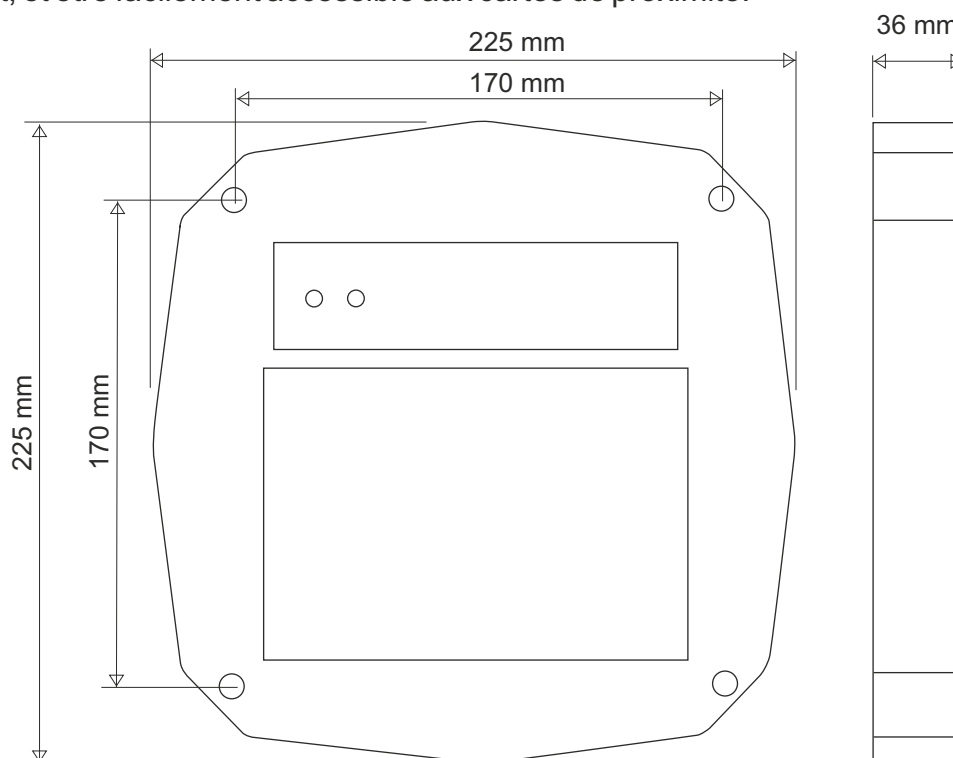

Figure 1. Dimensions.
- Marquer et percer les trous de montage de mêmes dimensions que ceux existant sur le boîtier du lecteur (Figure 1).